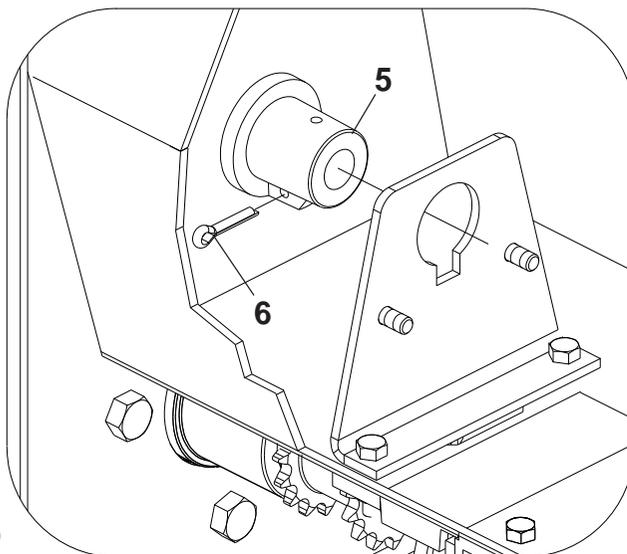

Figura 59
1 - Coloque no fundo da caixa de semente (1) o suporte (2) com parafuso (3), arruela e porca (4), **Figura 59** ;